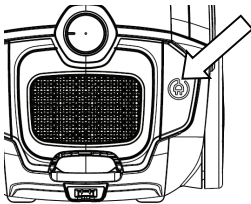

Рис. 7
Натисніть кнопку змотування шнура (7), щоб втягнути шнур живлення у відсік для кабелю (рис. 7).